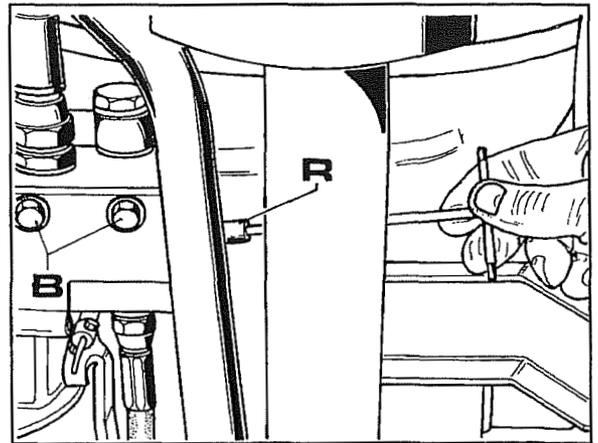

Fig. 2
2. Para poder desenroscar y extraer dicha válvula es necesario quitar los dos tornillos **B** de fijación del grupo válvulas situado bajo el grupo mismo, ver fig.2.